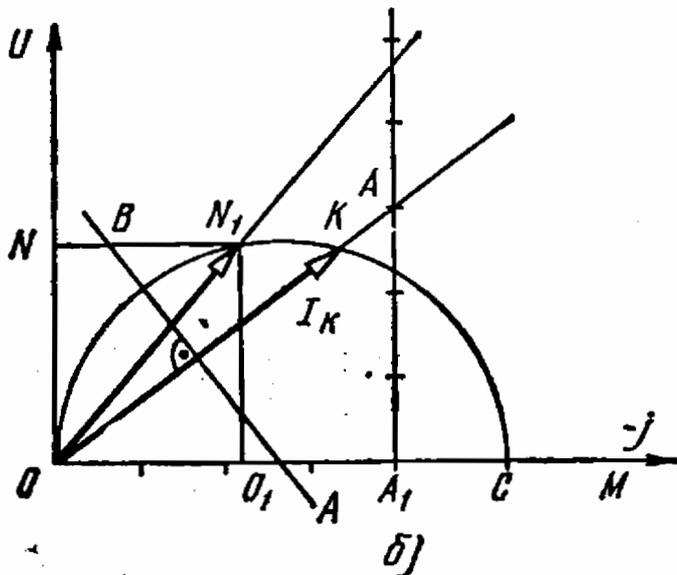

Рис. 3.41
3.41. Построить круговую диаграмму тока \dot{I} для цепи схемы рис. 3.41, а, если напряжение $U = 120$ В сопротивления $r_0 = 3$ Ом, $x_0 = 4$ Ом, а сопротивление r изменяется от 0 до ∞ .
Вектор тока короткого замыкания \dot{I}_k сдвинут по фазе относительно вектора входного напряжения на угол $0 < \varphi < \pi/2$, поэтому он является хордой окружности токов (рис. 3.41, б).
Центр окружности токов O_1 находится в точке пересечения перпендикуляра BA , восстановленного через середину хорды (\dot{I}_k) и линии OM , проведенной из начала координат (точка O) перпендикулярно линии переменного параметра, отрезок \overline{OC} — диаметр. При изменении сопротивления r от 0 до ∞ точка N_1 , определяющая конец вектора тока \dot{I} , скользит по рабочей части окружности от точки K до точки O (рис. 3.41, б).
Решение. Опустим из конца вектора тока \vec{I} (точка N_1) на рис. 3.41, б) перпендикуляры на направления координатных осей. Полученные отрезки $\overline{NN_1}$ и \overline{ON} в масштабе мощности m_P выражают соответственно реактивную Q и активную P мощности цепи: